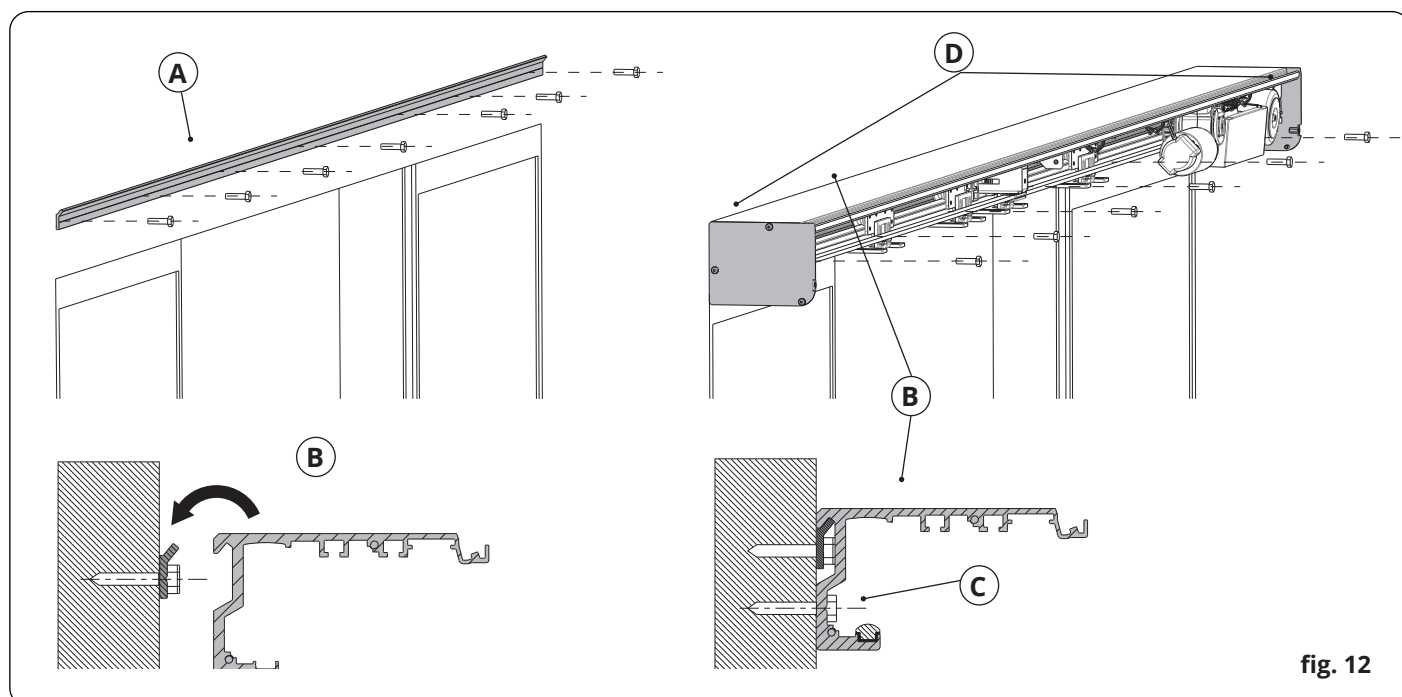

fig. 12
5. ANCORAGGIO TRAVERSA (fig. 12)